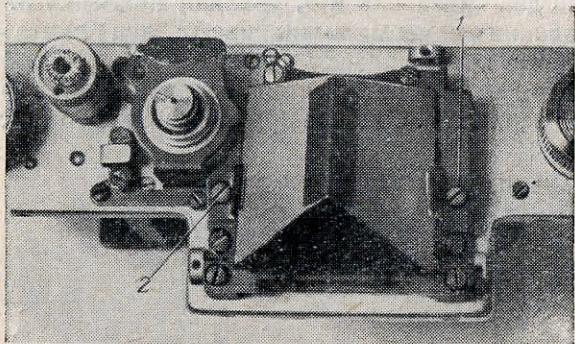

Рис. 156. Винты крепления пентапризмы
**Пентапризма.** Теперь необходимо удалить пентапризму. Отверткой точного размера по шлицу вывинчивают два винта — 1 и 2 (рис. 156), снимают пентапризму и